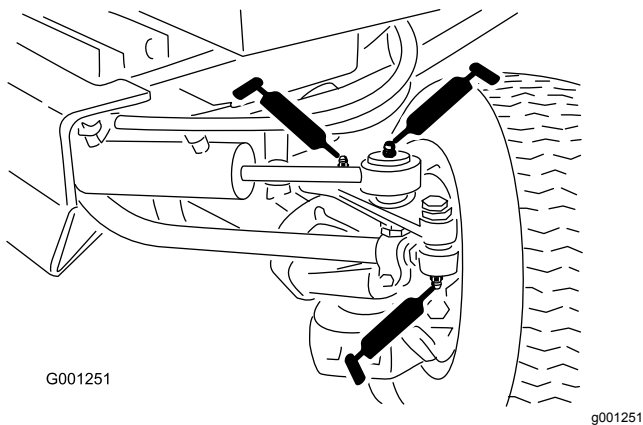

Figura 41
- Extremidades da barra de ligação (2) (Figura 41)
- Extremidades da barra do cilindro (2) (Figura 41)
- Articulações da direção (2) (Figura 41)
- Pino da articulação do eixo (Figura 41)